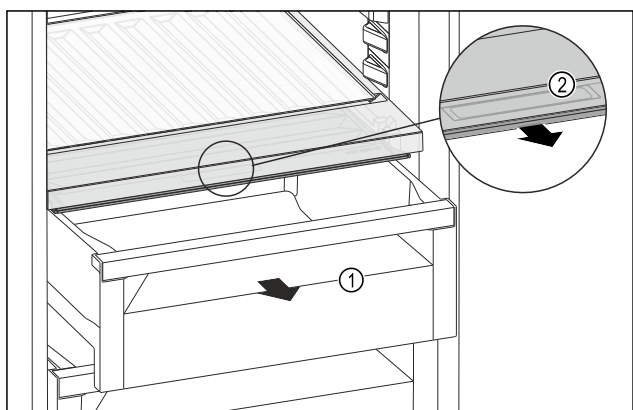

Fig. 185
- Schubfach Fig. 185 (1) herausziehen.
- Griffmulde Fig. 185 (2) am Fachdeckel anfassen und Fachdeckel gleichzeitig nach vorne ziehen.